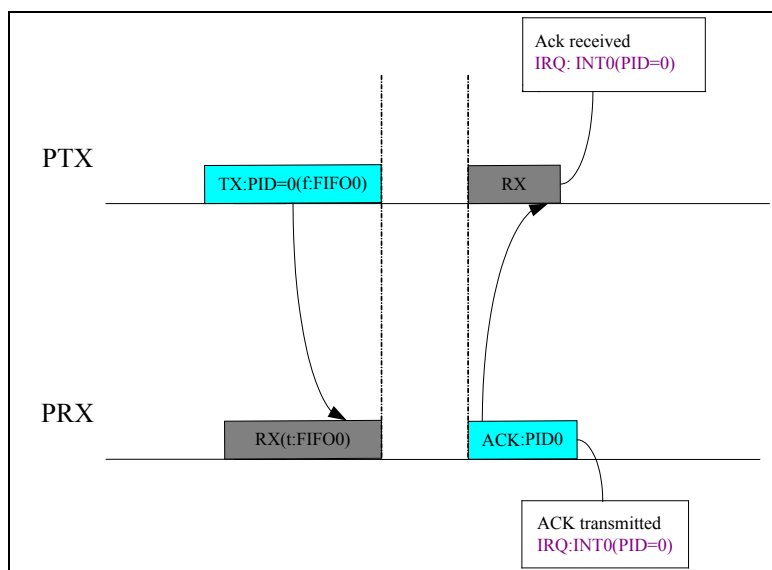

图 16-3 ACK 使能不带 ACK PAYLOAD 中断示意图
- 当 PTX 与 PRX 同时使能当前通信 PIPE 的 ACK 功能后 (PIPECTRL 寄存器中的 Pn_EN = '1' 并且 Pn_ACK_EN = '1'), PRX 在接收 CRC 完成后由 RX 模式自动切换为 TX 模式发送 ACK 包, PTX 在发送 CRC 完成后由 TX 模式自动切换为 RX 模式等待接收 ACK 包。PTX 在接收 ACK 完成、PRX 在发送 ACK 完成后置起相应的 FIFO 中断标志位 (详见图 16-3)。
若 PRX 在成功接收后将 PAYLOAD 填入 FIFO_n, PRX 在返回 ACK 完成后对应的中断标志位 INTn 将置‘1’。（如图 16-3 所示）。